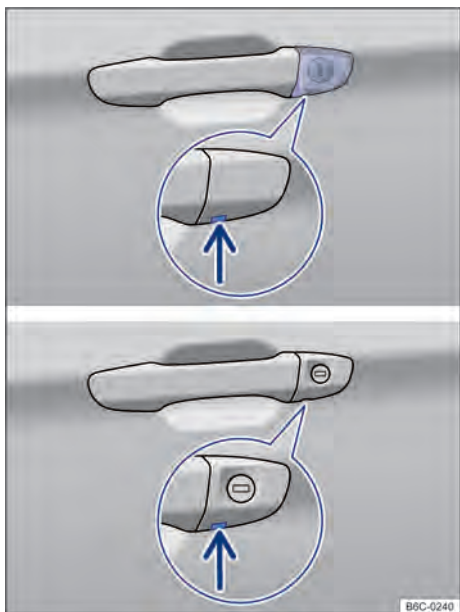

Fig. 58 Maçaneta da porta do condutor: cilindro da fechadura. ►
- Inserir a haste da chave por baixo na abertura da capa de cobertura → Fig. 58 (seta).